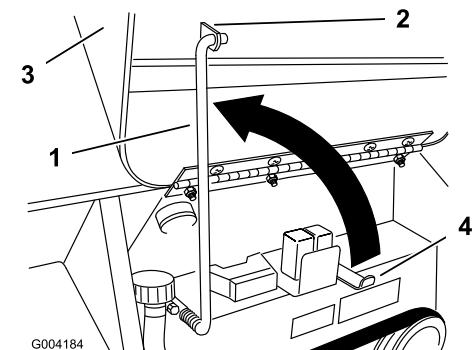

Figura 23
4. Suba la varilla de soporte y engáñchela en el soporte del capó (Figura 23).